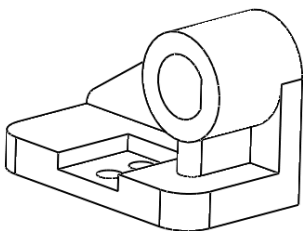

图 1-53 消除隐藏线视图效果
STEP 3 单击“前导视图”工具栏中的“显示样式”按钮, 在其下拉菜单中选择各个按钮, 观察模型的变化, 图 1-53 所示为单击“消除隐藏线”按钮后, 模型的显示效果。